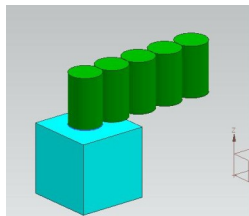

рис.141
- После указания направления размножения, числа размножаемых частей, и шага размножения вы получите итоговую картинку как на рис.141.